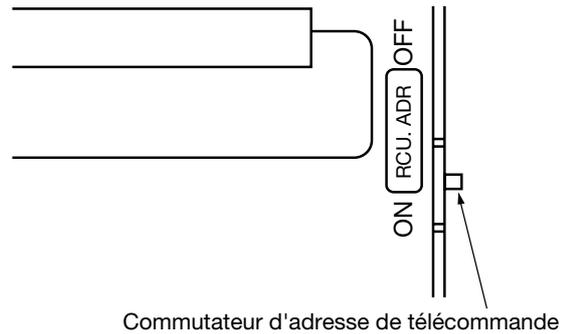

Fig. 3-54
2. Faites passer le commutateur d'adresse situé sur l'autre PCB de la télécommande simplifiée de la position OFF à la position ON. (Fig. 3-54)